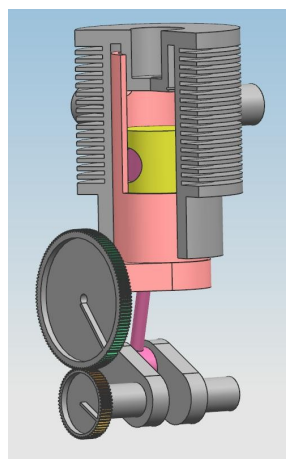

Рис.36
•**Вариант 3:** из директории Films запустите AVI фильмы под названием *movie\_2\_krivosh1* и *movie\_2\_krivosh2* (рис.36). Второй фильм снят с другого ракурса, чтобы лучше понять работу механизма.